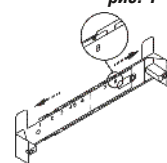

рис. 5
6.2 Крепление кронштейна к стене (рис. 5, 6):
- прежде чем прикрепить кронштейн к стене, необходимо выставить его на нужный размер рис. 5 (равный ширине верхней фальштрубы), для этого увеличьте размер кронштейна (если это необходимо), раздвинув его, и установите фиксатор напротив цифры 8 (см. рис.5);